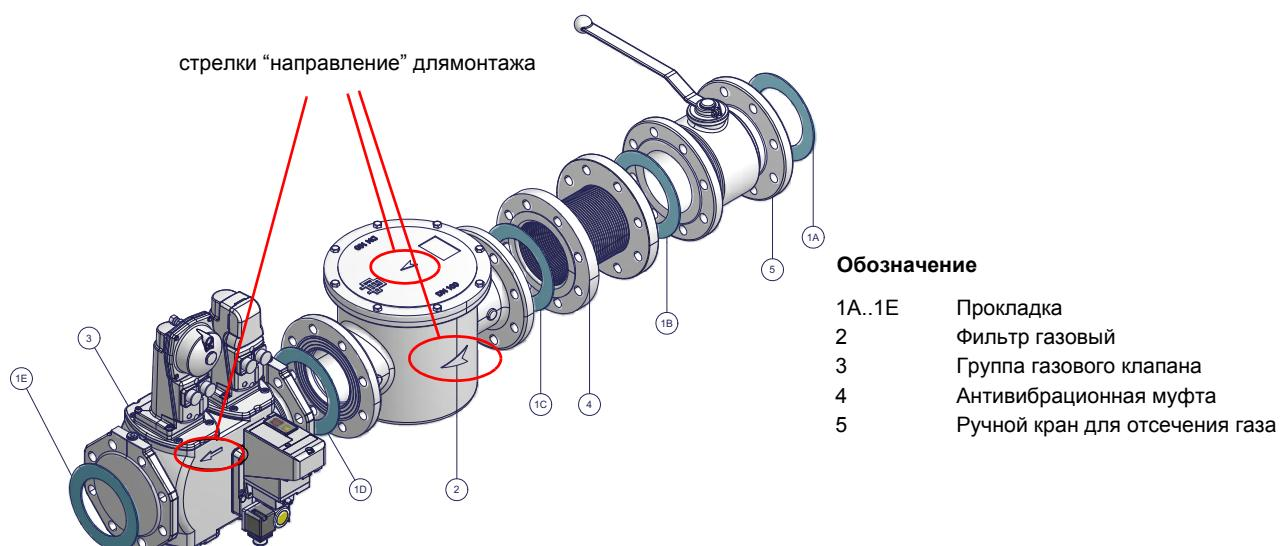

Рис. 4 - Пример газовой рампы
- 1- б) при фланцевых соединениях: между соседними компонентами устанавливать прокладку (1A..1E - Рис. 4), совместимую с используемым газом,
**ВНИМАНИЕ:** после монтажа газовой рампы согласно схеме на Рис. 4, необходимо провести тестирование на герметичность газового контура, согласно требований действующих нормативов.